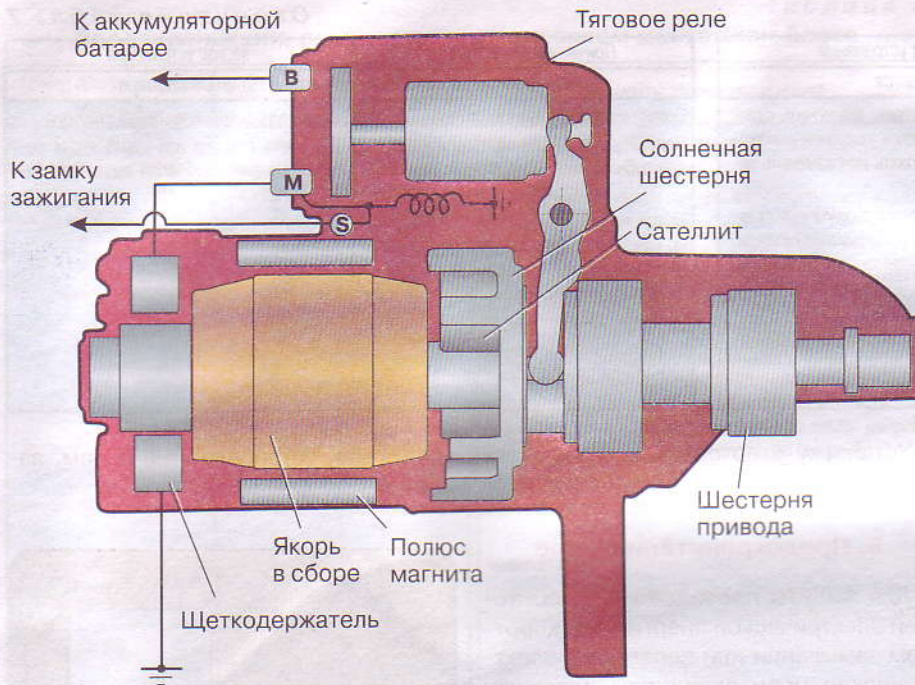

Рис. 6. Схема включения стартера
Для пуска двигателя установлен стартер марки Nippondenso. Он состоит из четырехполюсного электродвигателя постоянного тока и тягового реле. Вал якоря вращается в самосмазывающихся втулках из медно-графитового материала. На нем установлен понижающий планетарный редуктор. Схема включения стартера показана на рис. 6. Рабочее напряжение стартера 12 В.
2. Определить падение напряжения на силовом выводе стартера. Для этого с помощью цифрового вольтметра измерить напряжение на «плюсовой» клемме аккумуляторной батареи и силовом выводе стартера (вывод «В», рис. 6), при этом в качестве «минусового» контакта используйте одну и ту же точку присоединения. Падение напряжения должно
4. Снять контактный разъем тонкого провода тягового реле стартера (вывод «S», рис. 6). Подключить вольтметр к снятому контактному разъему провода и к выводу тягового реле стартера. Измерить напряжение при включении замка зажигания в положение «Стартер». Если напряжение примерно равно